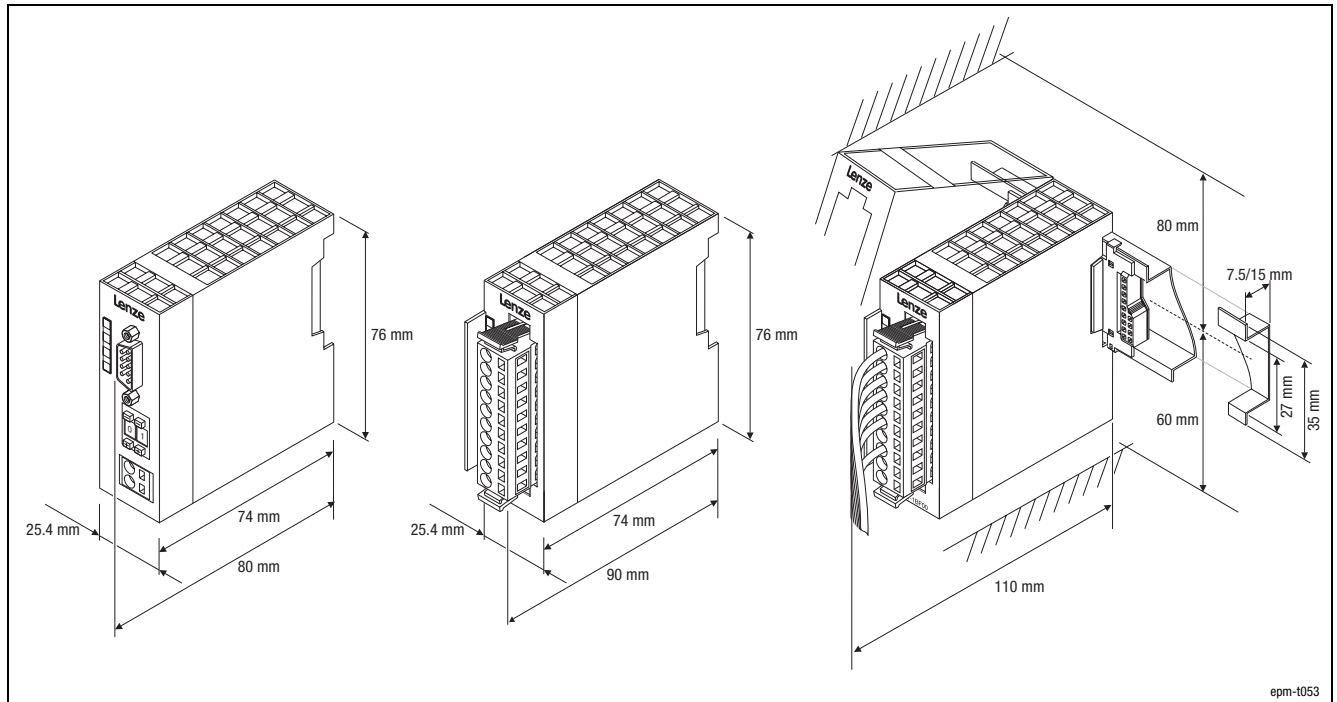

Abb. 6.1-1 Abmessungen Module des Modularen Systems
- ① Hutschiene montieren. Dabei ausreichend Montagefreiraum für die Module berücksichtigen (Abb. 6.1-1):